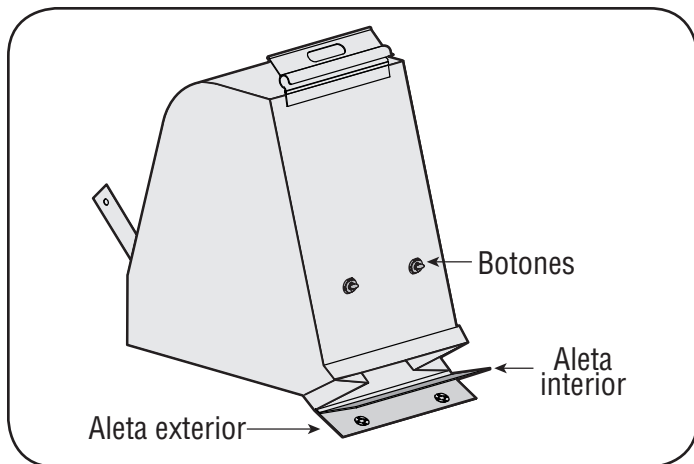

Figura 13
5. Gire los dos botones de la parte posterior de la bolsa para abrirla y vaciar el contenido. Vea la figura 13. Sostenga la manija y el broche de la bolsa mientras vacía el contenido.
7. Doble la aleta exterior sobre la aleta interior e inserte los botones de la bolsa a través de las salidas metálicas. Vea la figura 13.